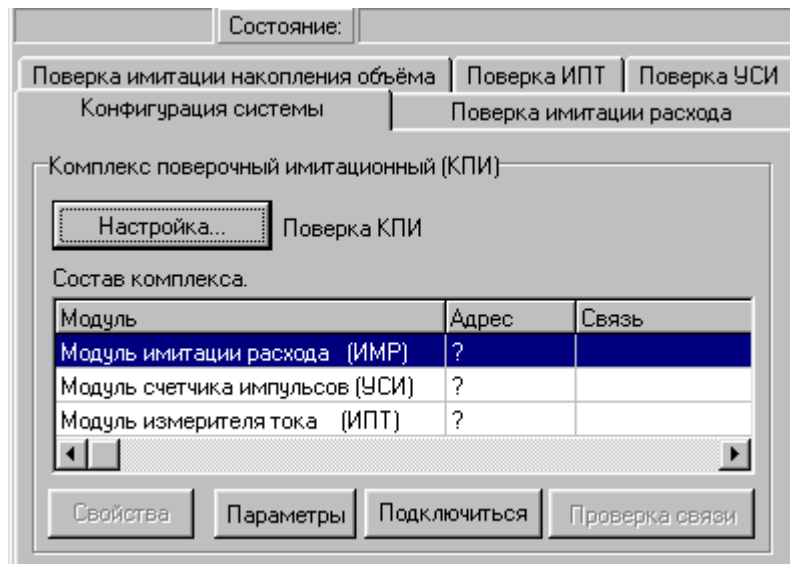

Рис. 40. Вид основного окна для целевой задачи «Поверка КПИ».
- запустить на ПК программу **Монитор КПИ-01** и выполнить ее настройку. Порядок работы с ПО описан в разделе 2.4.1. Для проведения поверки выбирается целевая задача **Поверка КПИ** (рис.3). Основное окно будет иметь вид, представленный на рис.40.